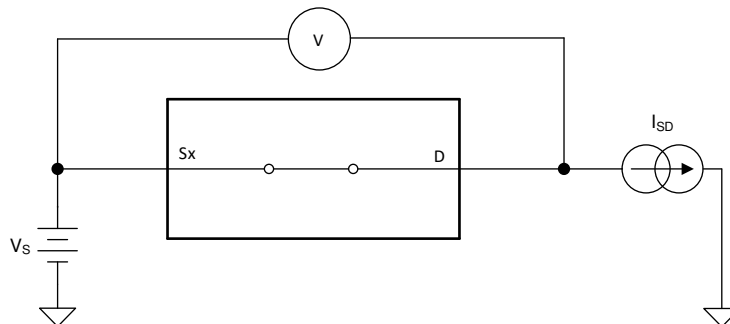

図 6-1. オン抵抗測定時の構成
デバイスのオン抵抗は、デバイスのソースピン (Sx) とドレインピン (Dx) の間の抵抗値 (Ω) です。オン抵抗は、入力電圧と電源電圧によって変化します。オン抵抗は、記号 R_{ON} を使用して示されます。 R_{ON} の測定時に使用する構成を 図 6-1 示します。この構成を使用して電圧 (V) と電流 (I_{SD}) を測定し、 R_{ON} は $R_{ON} = V / I_{SD}$ で計算します。